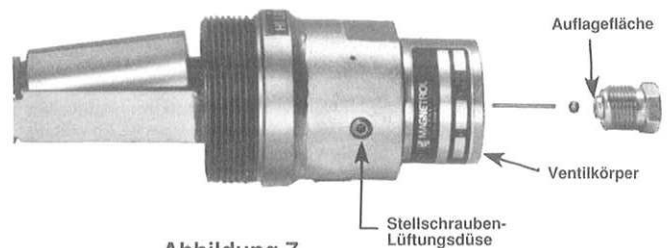

Abbildung 7
1. Die 1/4-20 Stellschrauben an der Gehäuseseite lösen. Vgl. **Abb. 7**.
2. Die Luftzufuhr wird nicht unterbrochen - Den Ventilkörper im Uhrzeigersinn 1 bis 2 Grad drehen bis die Luftzufuhr vollkommen unterbrochen wird. Vergleiche **Abb. 7**.